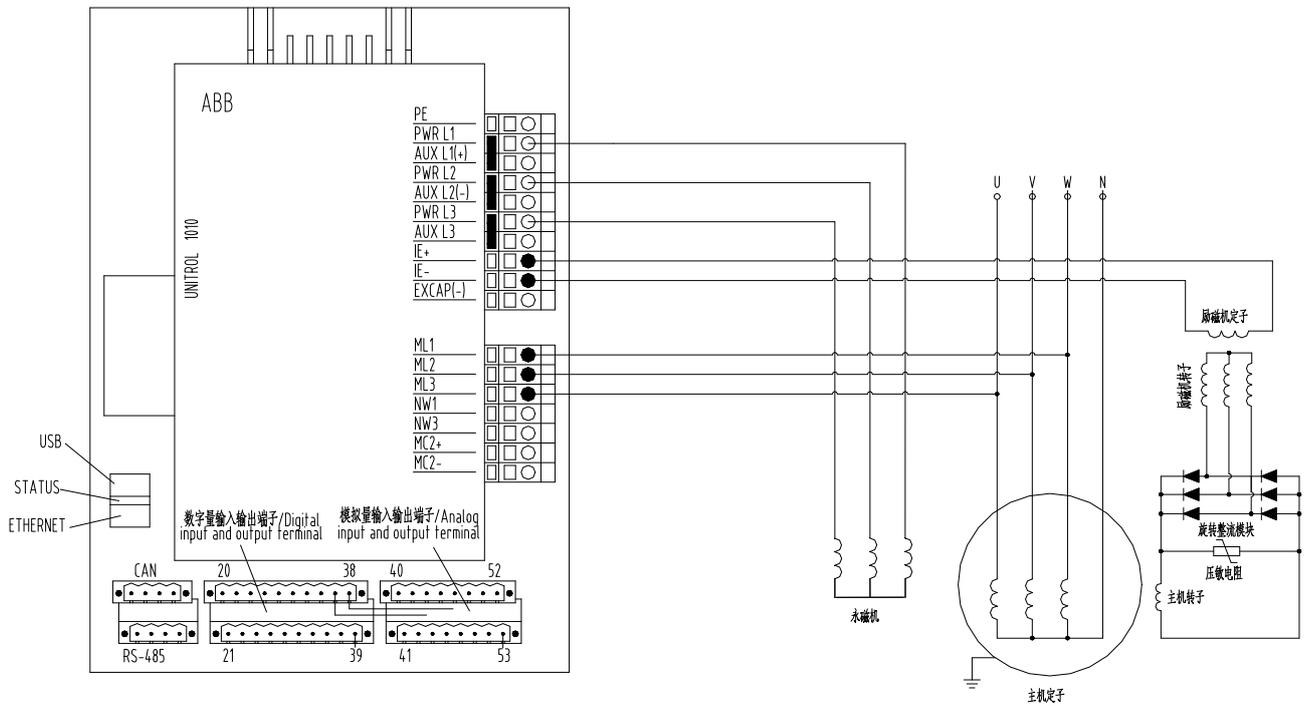

图 4-5
4.4.2.2 ABB UN1010 的接线原理图见图 4-5。